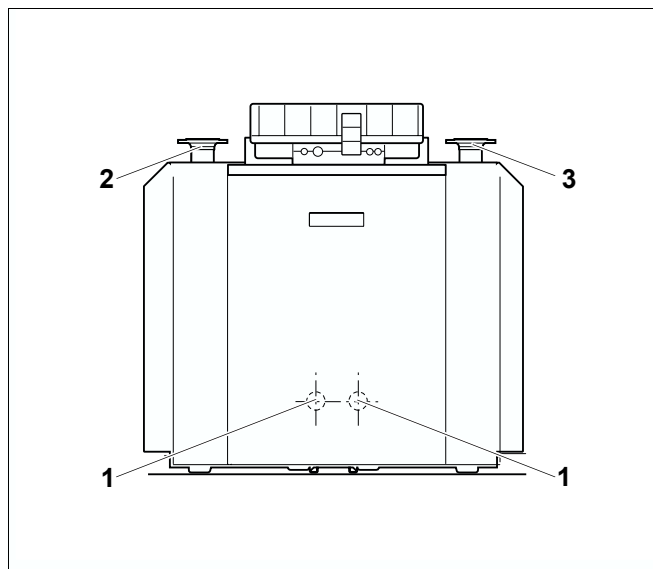

Рис. 2 Подключение водяного контура
- Без натяжения подключить обратную линию системы отопления к обратной линии отопительного котла = RK (рис. 2, поз. 3).
- Без натяжения подключить подающую линию системы отопления к подающей линии котла = VK (рис. 2, поз. 2).